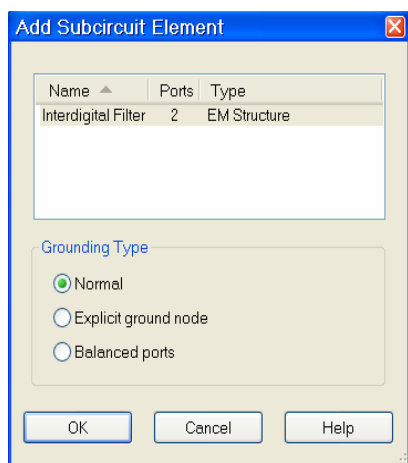

Рис.6.49
2. Щёлкните мышкой по значку **Subcircuit** на панели инструментов или выберите в меню **Draw>Add Subcircuit**. Откроется диалоговое окно с перечнем всех имеющихся в проекте подсхем (рис. 6.49).